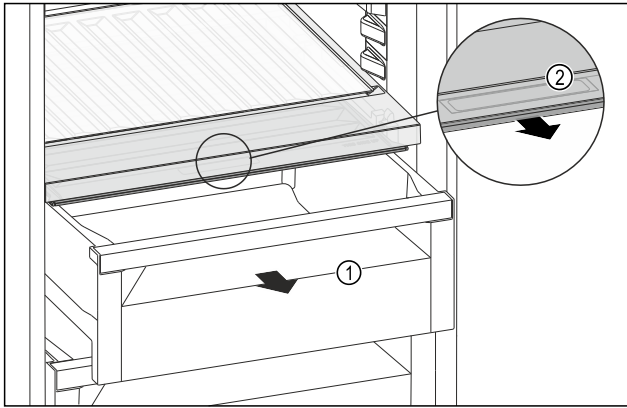

Fig. 228
- ▶ Извлеките выдвижной ящик Fig. 228 (1).